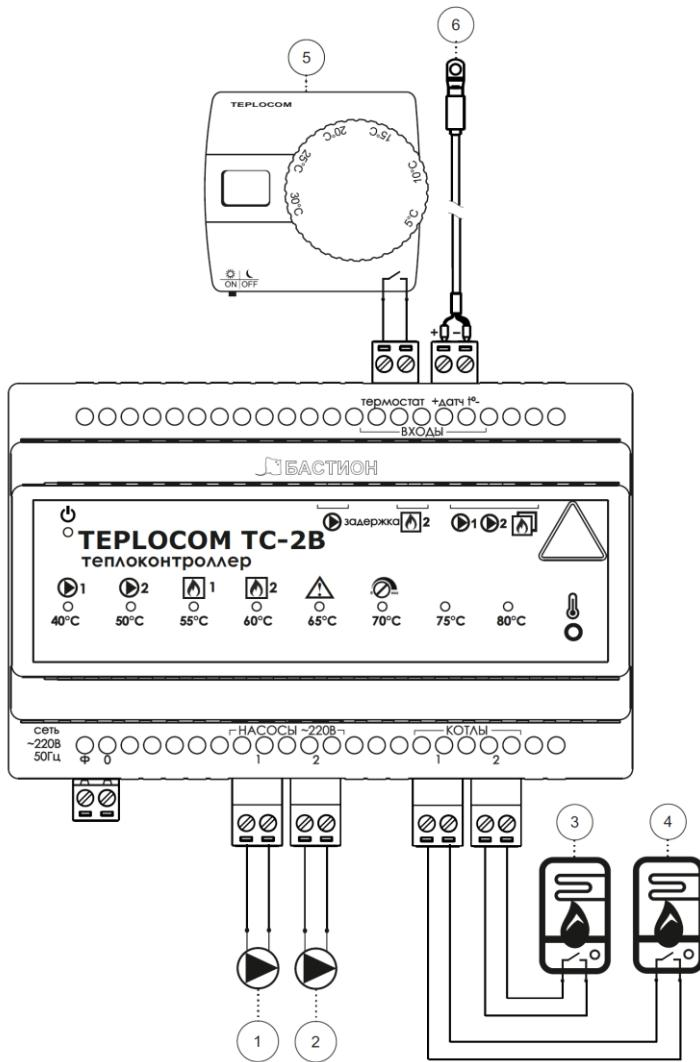

Рисунок 5 – Схема подключений
Подключение контроллера следует выполнять в следующей последовательности (см. рисунок 5):
- подсоединить к кабельной части разъемной клеммной колодки провода для подключения датчика температуры в соответствии с указанной на корпусе изделия маркировкой и полярностью (красный вывод датчика: «+», см. рисунок 5);
- подсоединить к кабельным частям разъемных клеммных колодок провода для подключения котлов, насосов и термостата в соответствии с указанной на корпусе изделия маркировкой (см. рисунок 5);